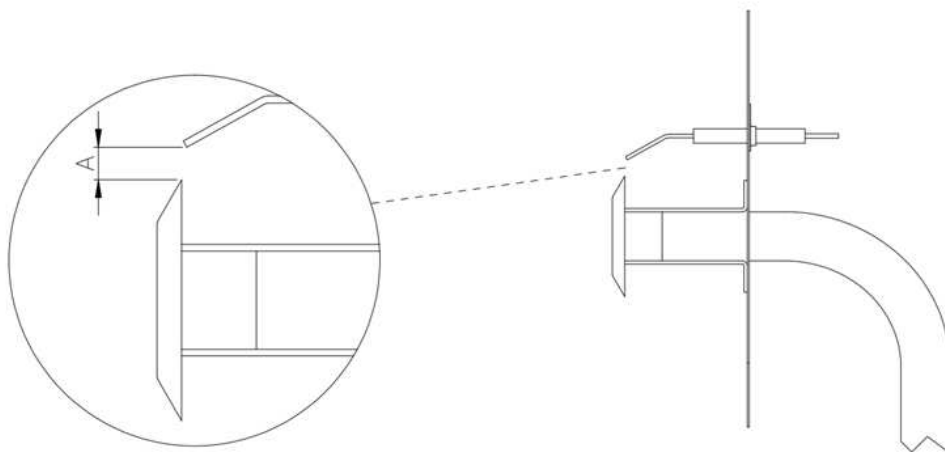

Fig. 8
4.5.2. Contrôlez la position de l'électrode de démarrage (voir Fig. 8).
A=5-7mm Figure.8